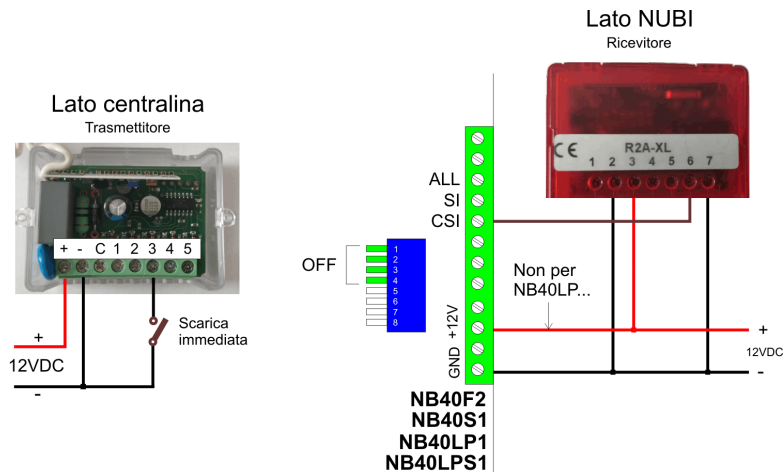

Figura 2
- La Figura 2 mostra il collegamento per utilizzare il comando di scarica immediata.